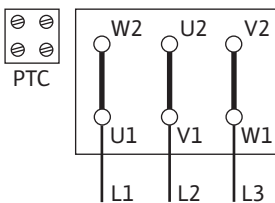

Fig. 12: 三角形电路
- 电源连接取决于电机功率 P_2 、供电电压和启动方式。接线盒中连接桥所需的电路参见下表以及 Fig. 12、13 和 14。